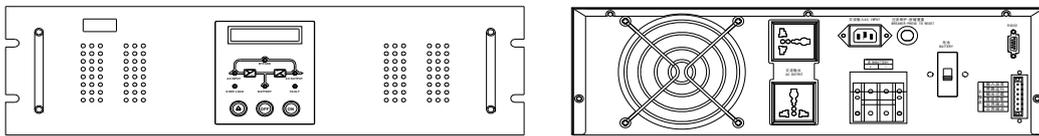

图 3-7
2. 1KVA 及 1KVA 以下 LCD 显示面板机架式逆变电源前面板和后面板外观示意图如图 3-7, 3-8, 3-9 所示